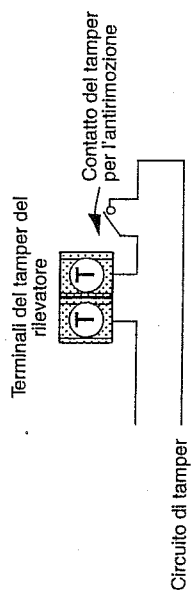

Figura 2 - Modalità di collegamento del contatto sul "loop" di tamper
- Collegare il contatto del tamper per la rilevazione della rimozione dalla parete del rilevatore in serie al contatto di tamper (antimanomissione) del rilevatore (Figura 2).